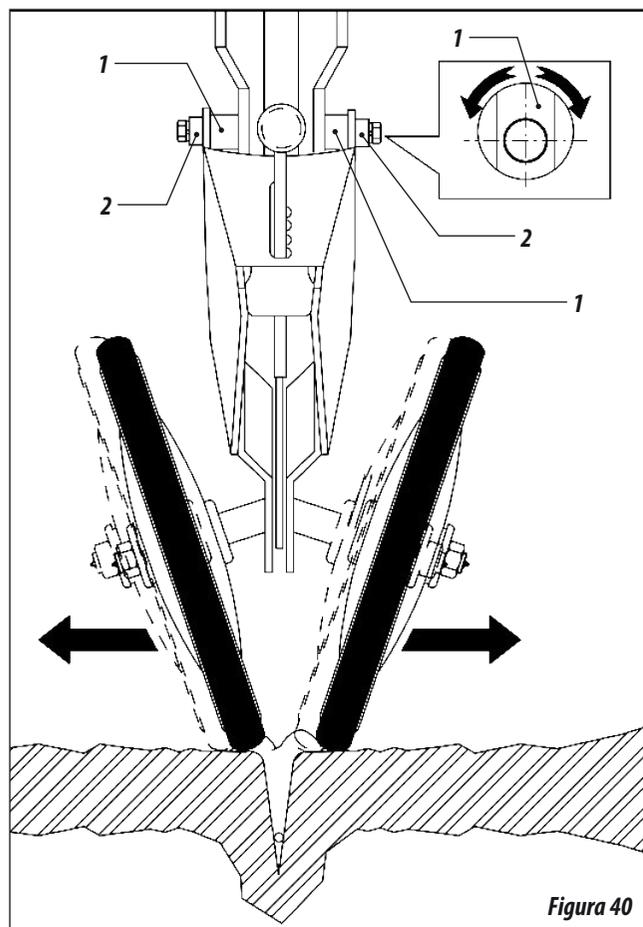

Figura 40
17- Para deslocamento horizontal das rodas, as mesmas foram desenvolvidas com buchas excêntricas (1), para esta regulagem solte os parafusos (2) gire as referidas bucha (1), com uma chave para atuação das rodas e alinhamento das mesmas com sulco, posicionando maior ou menor quantidade de solo lateralmente a semente. Figura 40.